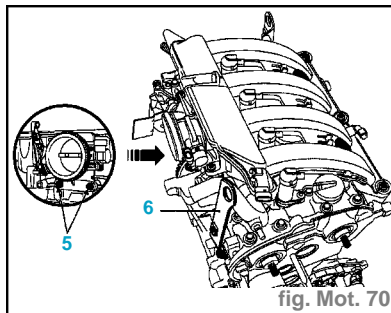

fig. Mot. 70
- le boîtier papillon en (5) (fig.Mot. 70),